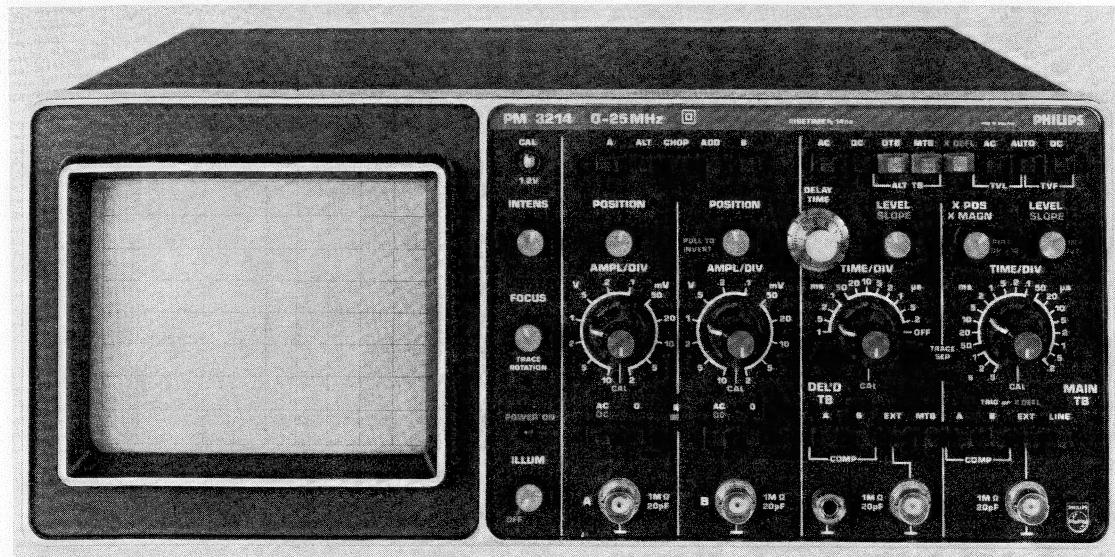

Fig. 2.2. Vorderansicht des Oszilloskops mit Bedienungsorganen und Buchsen
2.2 BEDIENUNGSELEMENTE UND BUCHSEN (Siehe Abb. 2.2)